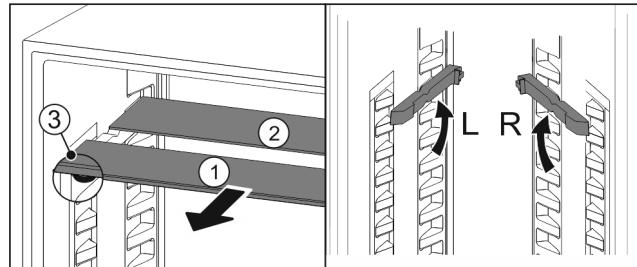

Fig. 101
- ▶ 将玻璃隔板逐个向前拉出 Fig. 101 (1)。
- ▷ 带装饰条的玻璃隔板 Fig. 101 (1)在前。
- ▷ 阻挡装置 Fig. 101 (3)指向下方。